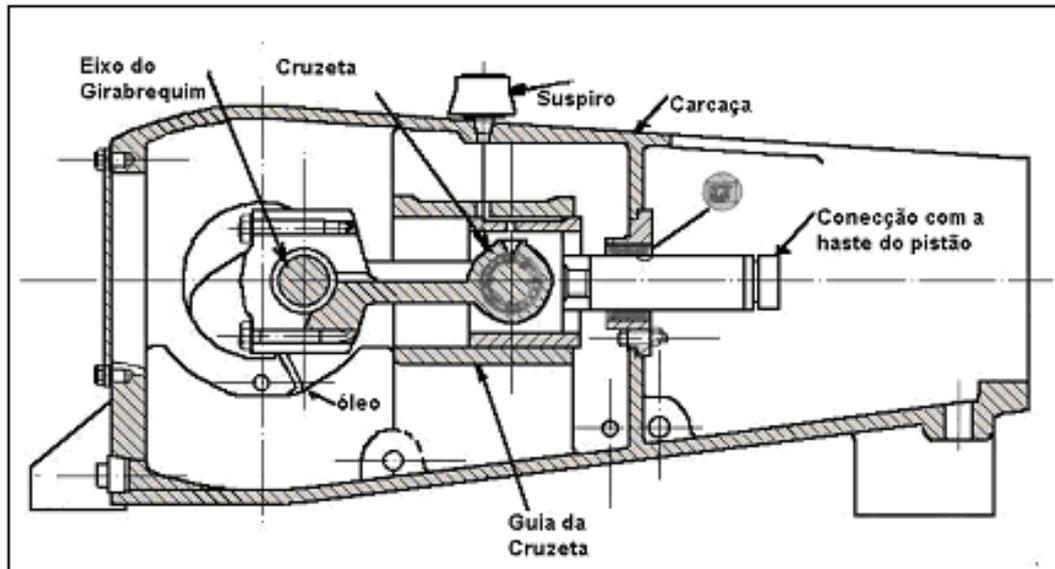

Figura 74 - Bomba Alternativa horizontal
a) Horizontal: a linha central axial do cilindro é horizontal, figura 74.